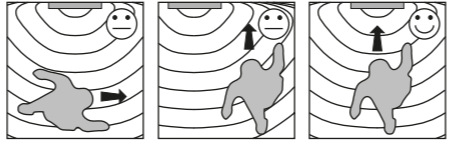

Рисунок 3: Направление движения
- Учитывайте направление движения (см. рисунок 3).